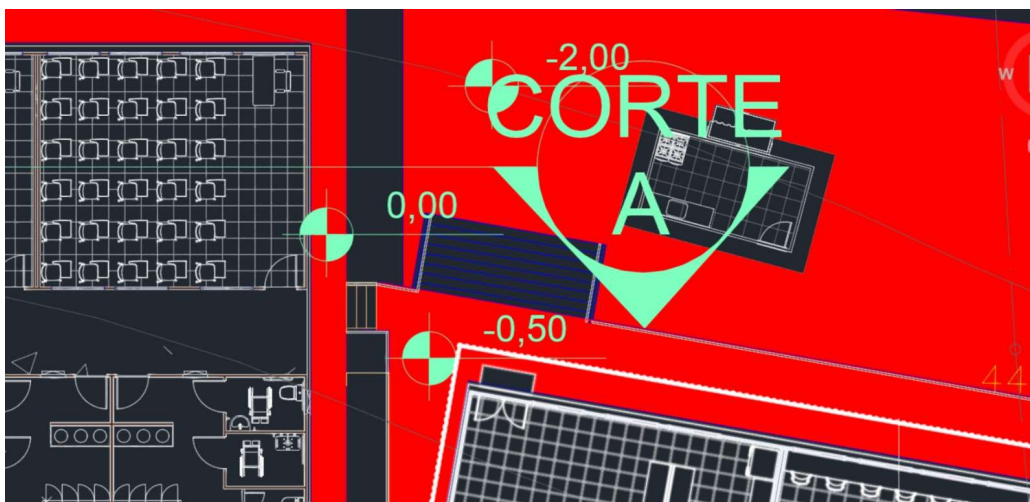

Figura 2 – Escada de acesso com largura acima de 2,2 m.
7) Verificar a inserção de corrimãos intermediários em todas as escadas com largura acima de 2,2 m (Figura 2) conforme a **Instrução Técnica nº 11/2019**: